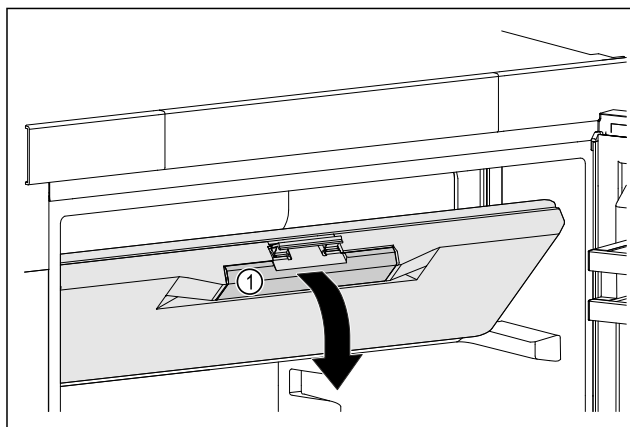

Fig. 23
- ▶ Dotkněte se dvířek mrazicího oddílu na prohlubni rukojeti Fig. 23 (1).